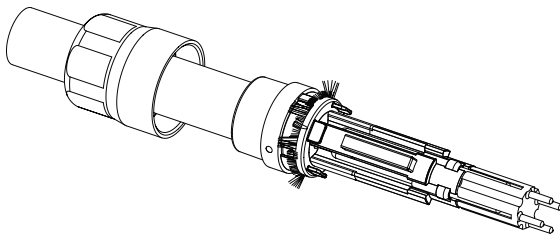

Abbildung XI-16
8. Setzen Sie die Montagehilfe auf (Abb. XI-16).